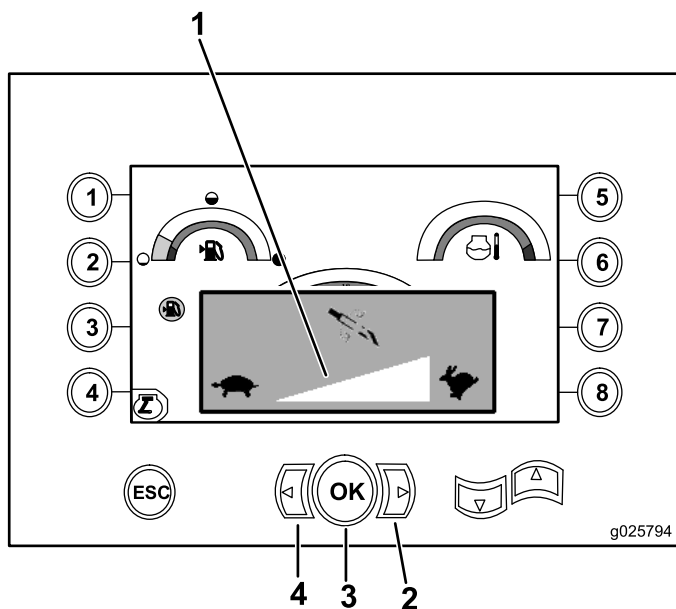

Figura 18
1. Pressione a seta à Esquerda para reduzir o giro, ou à Direita para aumentar o giro (Figura 18).
2. Pressione o botão OK para aplicar a velocidade de giro da perfuratriz (Figura 18).